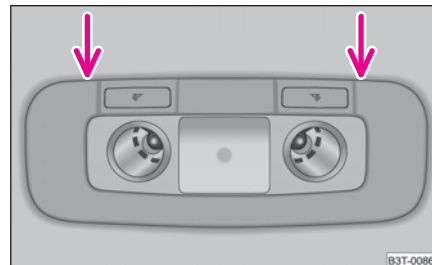

Fig. 229 Luz trasera en el revestimiento interior de techo
- Introduzca un plano destornillador en la ranura ⇒ fig. 229 y saque la cubierta con cuidado.
- Coloque la lámpara primero en el lado opuesto a las flechas ⇒ fig. 229 y presiónela con cuidado hacia dentro hasta que encastre. ■